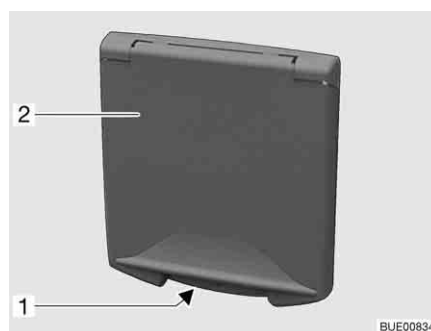

Fig. 51 Portillon pour le raccordement 230 V
- Dans la poignée encastrée (Fig. 51,1), saisir le portillon extérieur (Fig. 51,2) et le faire basculer vers le haut.